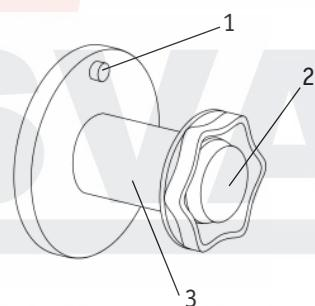
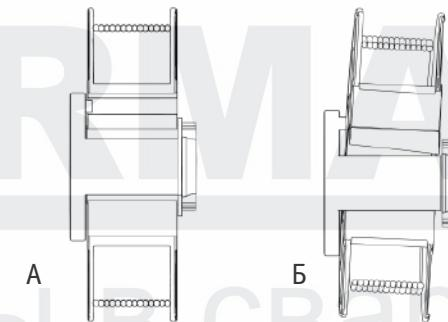

Рис. 8.2.2. Ось катушки.
Рис. 8.2.3. Установка катушки с проволокой D300 на ось катушки.
2. Установите катушку с проволокой D300 на ось катушки (См. рис. 8.2.2). Не допускайте перекоса катушки (См. рис. 8.2.3).
2. Установите катушку с проволокой, совместите отверстие катушки и фиксатор адаптера, зафиксируйте её прижимной гайкой (См. рис. 8.2.2, п.2).